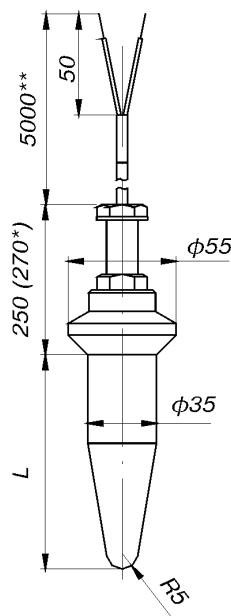

Рис.11.
**Степень защиты от воздействия пыли и воды:** для рис. 10, 12 - IP65, для рис. 11, 13 - IP5X по ГОСТ 14254.
- 11 по рис.11